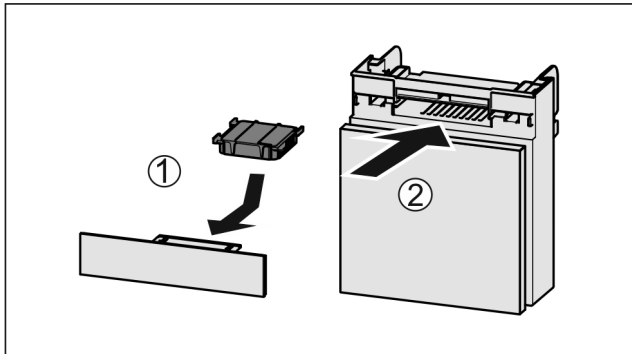

Fig. 45
- ▶ Insérer le filtre à charbon actif d'après le schéma Fig. 45 (1).
- ▶ Insérer le compartiment Fig. 45 (2).